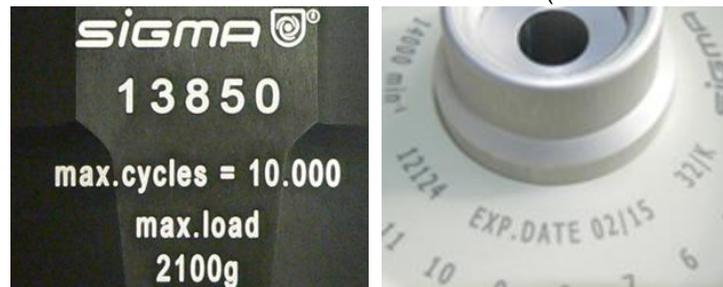

Abb. 5.7: abweichende Lebensdauer – Gravur auf dem Becher / Rotor
Als Beispiel dient der Winkelrotor 24 x 2,2 ml (Abb. 5.7).
- **Sind auf Rotor oder Becher abweichende Angaben zur Lebensdauer eingraviert, so gelten diese entsprechend:** Zum Beispiel hat ein Becher mit der Gravur "max. cycles = 10.000" eine Lebensdauer von 10.000 Zyklen; ein Rotor mit der Kennzeichnung "Exp.Date 02/15" muss spätestens im Februar 2015 verschrottet werden (siehe Abb. 5.7).